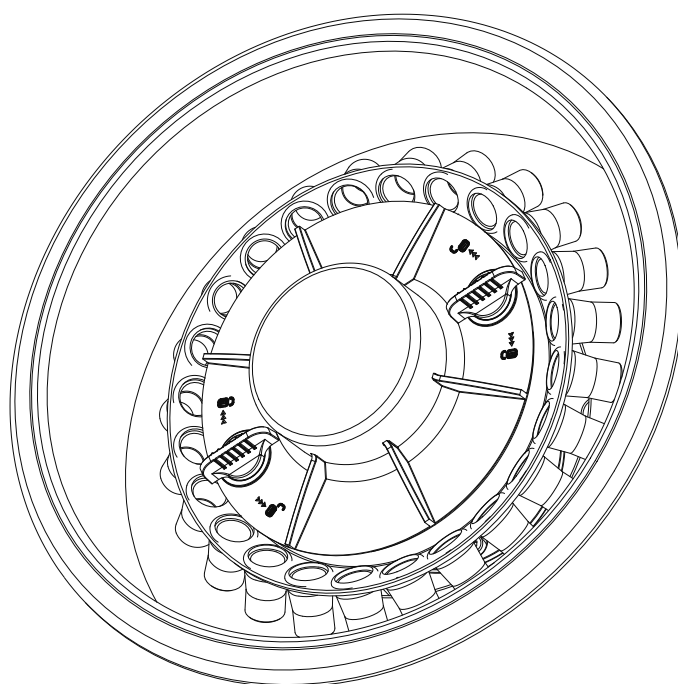
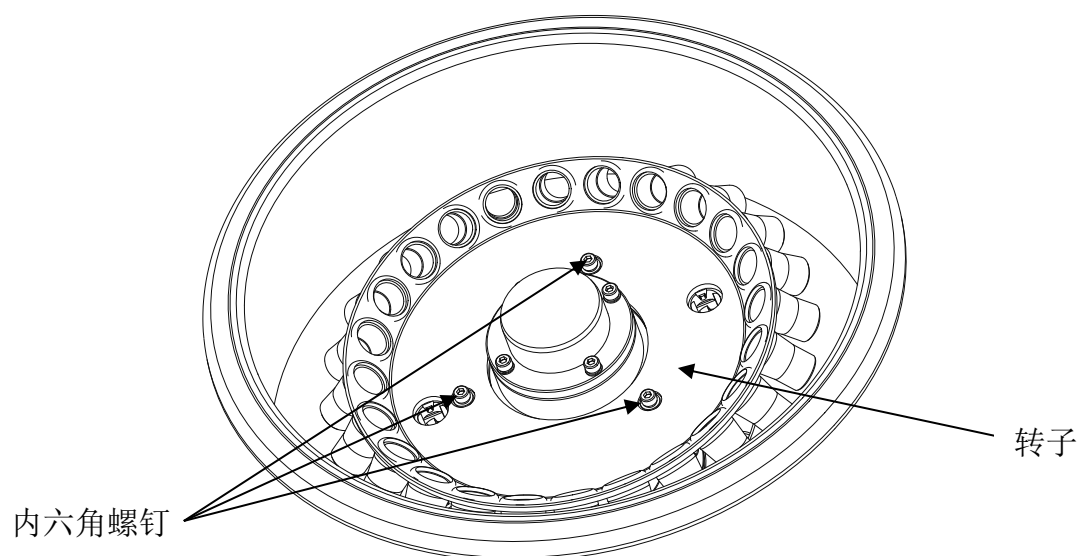

图 7.1 仪器内部简图
图 7.2 固定架拆卸后简图
1) 仪器在长期使用过程中，可能会导致装饰罩不整洁，需要拆卸下装饰罩对其进行清理。打开翻盖仪器内部如图 7.1，首先需要将安装试管的转子拆下。首先转动快速锁紧式紧固件（如图 7.1 标注所示），双手拿住固定架，轻轻往上抬即可拆卸下来。拆卸后如下图 7.2 所示。